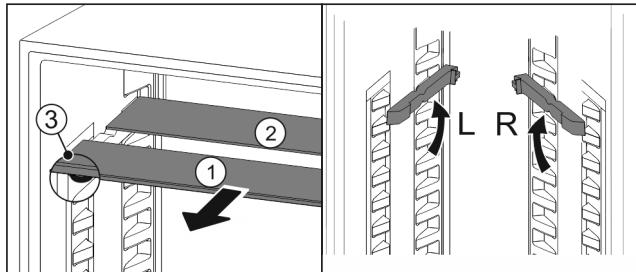

Fig. 61
- По одной извлеките Fig. 61 (1) стеклянные панели движением вперед.
- ▷ Стеклянная панель Fig. 61 (1) с декоративной планкой лежит спереди.
- ▷ Стопоры Fig. 61 (3) показывают вниз.